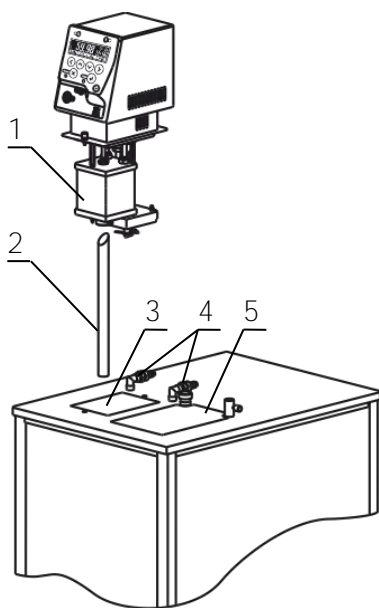

Рисунок 2 — Установка блока регулирования
2.2.6 Заполнить ванну термостата теплоносителем через отверстие над рабочей ванной 5 (рисунок 2). Температурный диапазон применения теплоносителя должен соответствовать значениям, указанным в 1.2.6.
Причина отсутствия перелива — неправильная работа насоса, вызванная воздушной пробкой, образовавшейся в резервуаре 1 (рисунок 2). Для ее устранения необходимо:
2.2.8 Для работы термостата при температурах теплоносителя, ниже или близких к окружающей температуре необходимо подключить термостат к специальному холодильному устройству при помощи шлангов, присоединенных к штуцерам теплообменника 4 (рисунок 2) диаметром 12 мм. Дополнительное охлаждение не требуется, если температура теплоносителя выше температуры окружающей среды более чем на 20 °С.